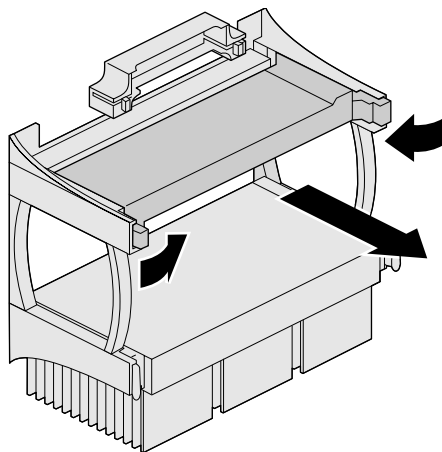

図 6-1 プロセッサターミネータカードの取り外し
5. セカンダリプロセッサを取り付ける場合は、セカンダリプロセッサ用スロットから、プロセッサターミネータカードを取り外します(図 6-1)。ターミネータの外側の両端にあるラッチを内側に押し、ターミネータをスロットから引き出します。